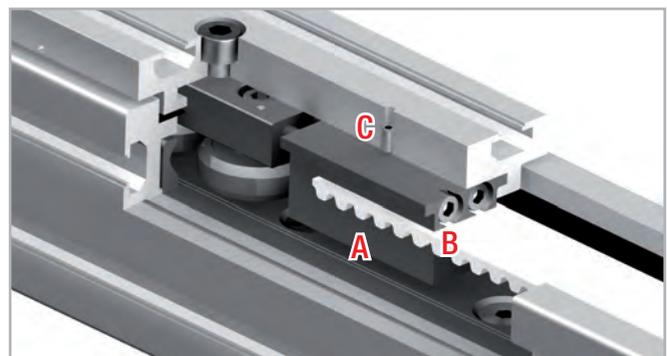

Fig. 33
1. Desserrez les vis de blocage C (en haut sur le chariot) du dispositif de serrage de la courroie A (voir fig. 33).